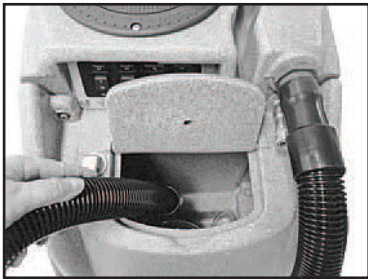

図1
- 清水タンクに水が残っている場合はバキュームホースを利用して吸引します(図1)。